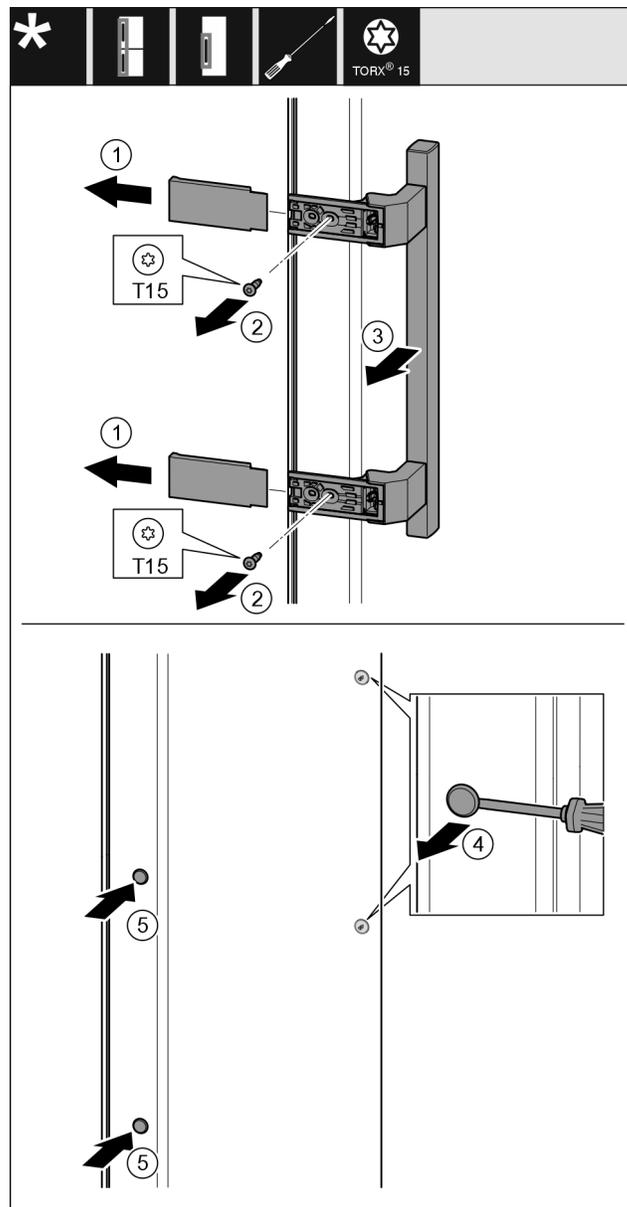

Fig. 42
- ▶ Abdeckung Fig. 42 (1) abziehen.
- ▶ Schrauben Fig. 42 (2) mit Schraubendreher herausdrehen.
- ▶ Griff Fig. 42 (3) abnehmen.
- ▶ Seitlichen Stopfen Fig. 42 (4) vorsichtig mit einem Schlitzschraubendreher anheben und herausziehen.
- ▶ Stopfen Fig. 42 (5) auf der anderen Seite wieder einsetzen.